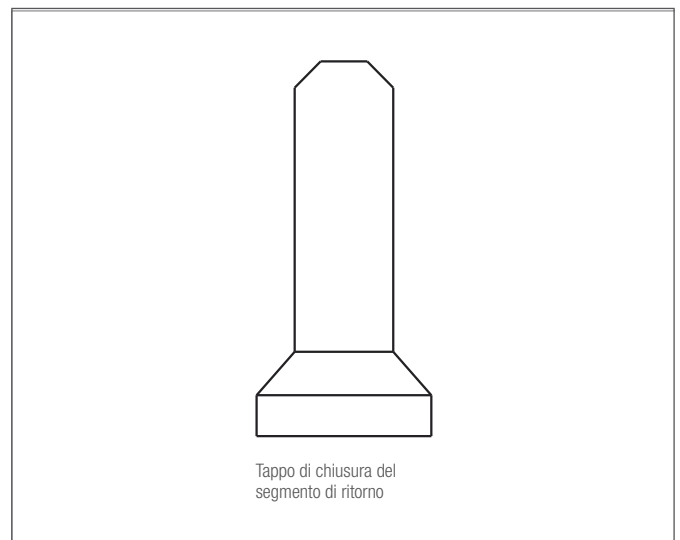

Fig. 14 Tappo di chiusura del segmento di ritorno
7. Per evitare che la compensazione idraulica venga modificata inavvertitamente, chiudere il misuratore di flusso con l'apposito tappo e mettere un piombino (vedere Fig. 14).